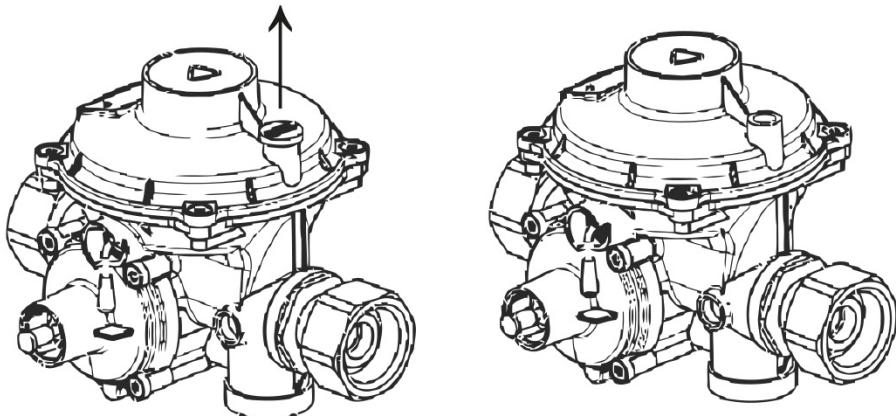

Рис.2
2.3.3 Снимите пластмассовую крышку с трубы сбросного клапана (см. рисунок 2).